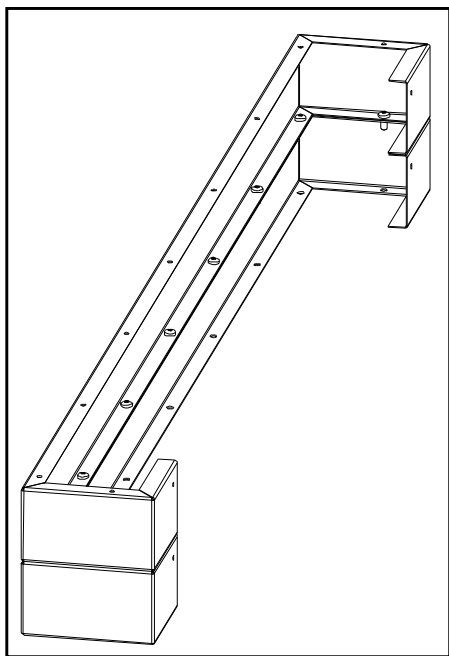

Figure 35: la combinaison de 2 risers de base étagère
2. Lorsque vous utilisez plus d'un riser chaque niveau doit être fixé au moyen de neuf (9) # 8 T-20 vis fournies (voir figure 35).